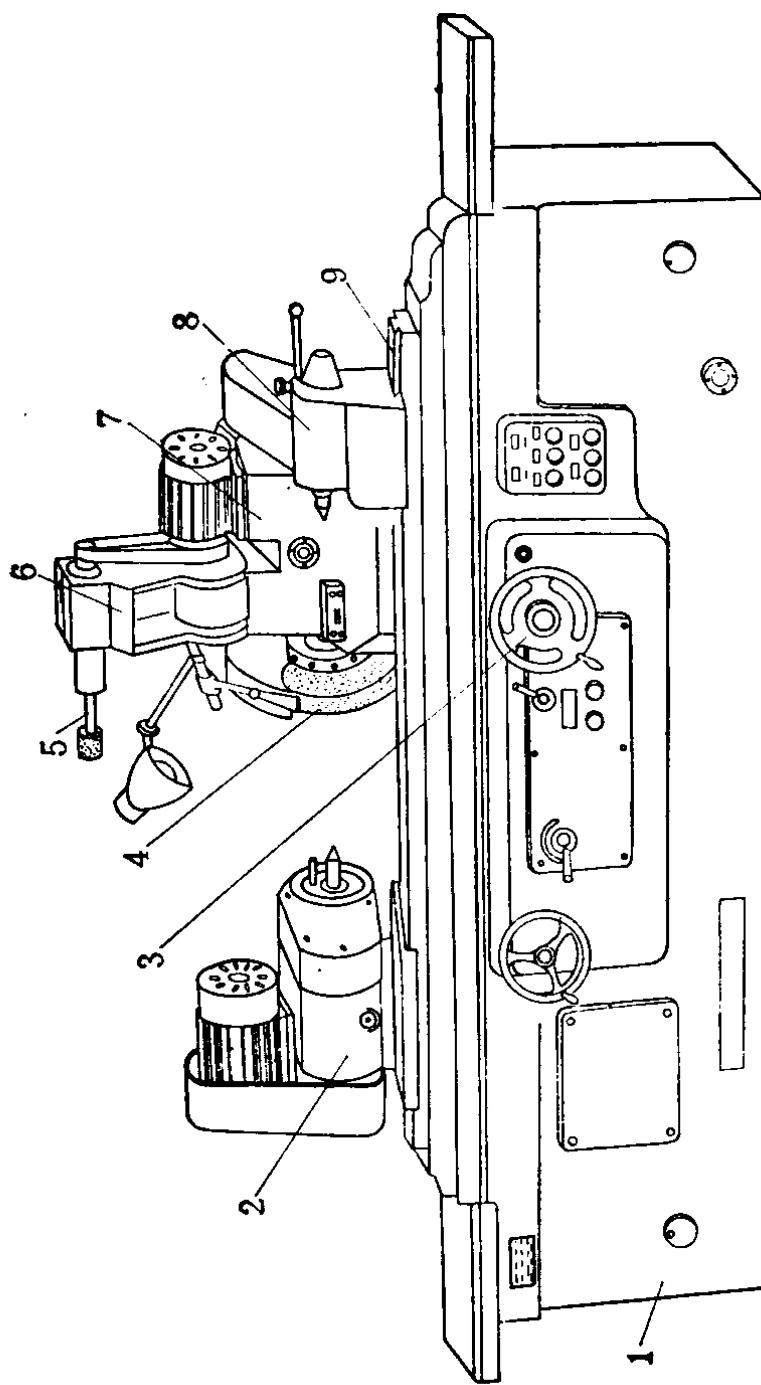

图 6 M131W 型万能外元磨床
(5) 外元磨床：主要用于磨削各种轴类和套类工件的外元柱面、外元锥面及端面等。图 6 为 M131W 型万能外元磨床。